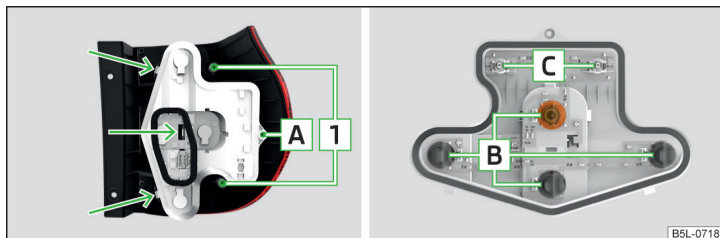
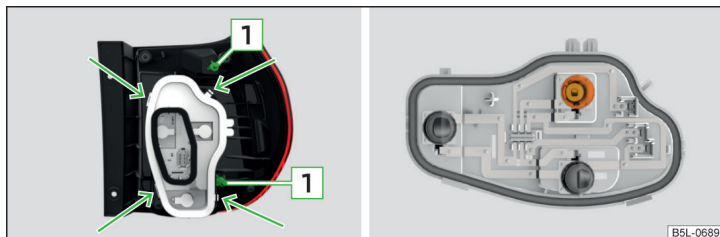

Fig. 205 Partie intérieure de l'ampoule : Lampe de base
Fig. 206 Partie intérieure de l'ampoule : ampoule principale / ampoule à DEL
- Poussez avec précaution le bloc optique arrière dans la carrosserie de sorte que les boulons 1 » fig. 205 à la page 233 sur l'ampoule s'introduisent dans les logements de la carrosserie » fig. 206 à la page 233.
- Dévisser avec la clé TORX la vis de sécurité **A** » fig. 205.
- Déverrouiller le socle de la lampe dans la zone indiquée par les flèches » fig. 205 enlever le socle de la lampe.
- Déverrouiller le socle de la lampe dans la zone indiquée par les flèches » fig. 206 enlever le socle de la lampe.
- Tourner l'ampoule » fig. 206 jusqu'en butée **en sens antihoraire** et la retirer de la douille.